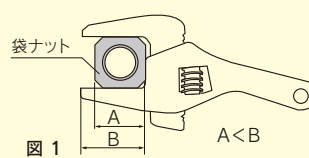

図 1
- 締め上げにはSUS製、真鍮製の場合は「モンキー(モーター)レンチ」を、樹脂製には袋ナットの対辺Aより長いレンチ(A<B)をご使用ください(下図1)。対辺Aより短いレンチで締めますとレンチ角部で樹脂を傷つけ、使用できなくなる場合があります。「パイプレンチ」は使用しないでください。ナット部を傷つけます。